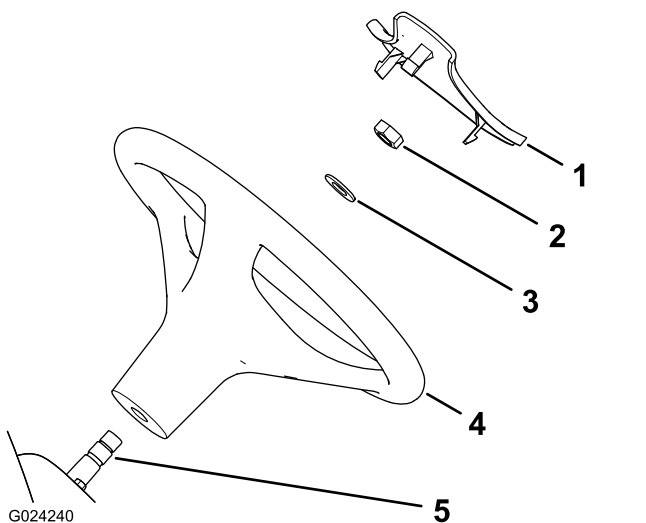

Figure 3
1. S'il est présent, déposez le couvre-moyeu du volant (Figure 3).
2. Retirez l'écrou de l'arbre de direction (Figure 3).
3. Glissez le volant et la rondelle sur l'arbre de direction (Figure 3).
5. Reposez le couvre-moyeu sur le volant (Figure 3).